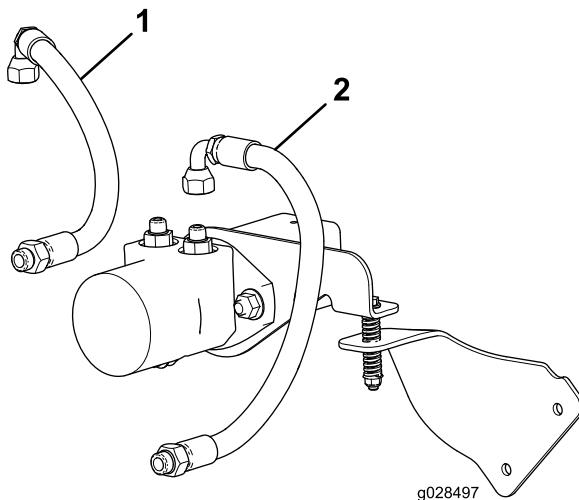

Figura 4
3. Serrate i raccordi sui raccordi a 90 gradi dei 2 flessibili idraulici sui 2 raccordi diritti (Figura 4) a una coppia compresa tra 50 e 64 Nm.